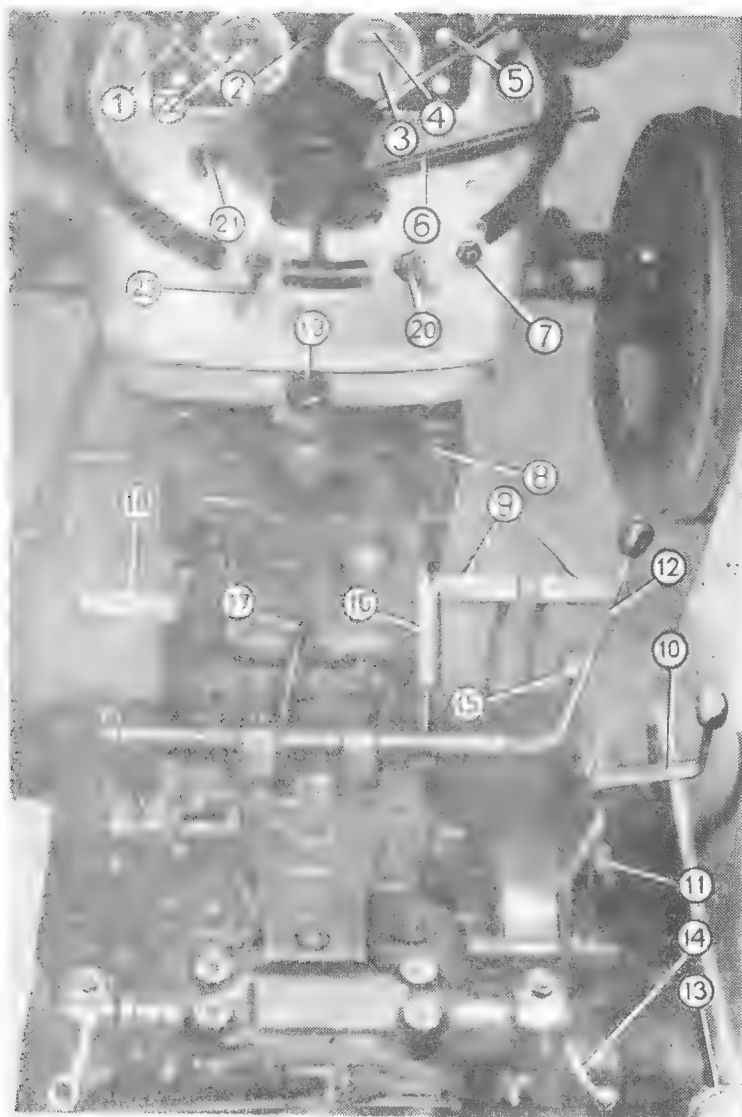
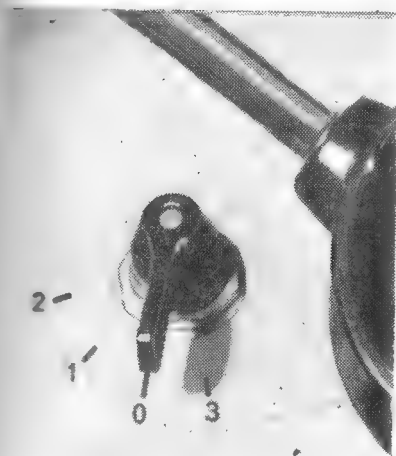

Fig. 6. — Commandes et appareils de contrôle.
Fig. 9. — Commutateur de départ et commande du thermoinjecteur.
Sur le mécanisme hydraulique, il est destiné à la commande des vérins à simple et à double effet qui sont placés sur les outillages attachés au tracteur. Commandé par la manette 12 fig. 6.
Les pièces composantes de la direction et l'appareillage de contrôle sont décrits dans l'ordre des positions indiquées dans la figure 6.
5. Poussez jusqu'au fond le bouton de l'enrichisseur 8 fig. 6 et tournez la manette du commutateur de départ et commande du thermoinjecteur en pos. 3 (fig. 9). Immédiatement après le départ du moteur, ramenez la manette du commutateur en pos. 0 (fig. 9).
- Faites partir le thermoinjecteur en tournant la manette du commutateur de départ et commande thermoinjecteur en pos. 1 (fig. 9) tenir la manette 10 ... 15 secondes dans cette position.
- Tourner légèrement la manette du commutateur (fig. 9) en pos. 2 et pousser le bouton de l'enrichisseur 8 fig. 6. Immédiatement après le départ du moteur, laisser libre la manette du commutateur de départ et tirer le bouton de l'enrichisseur.